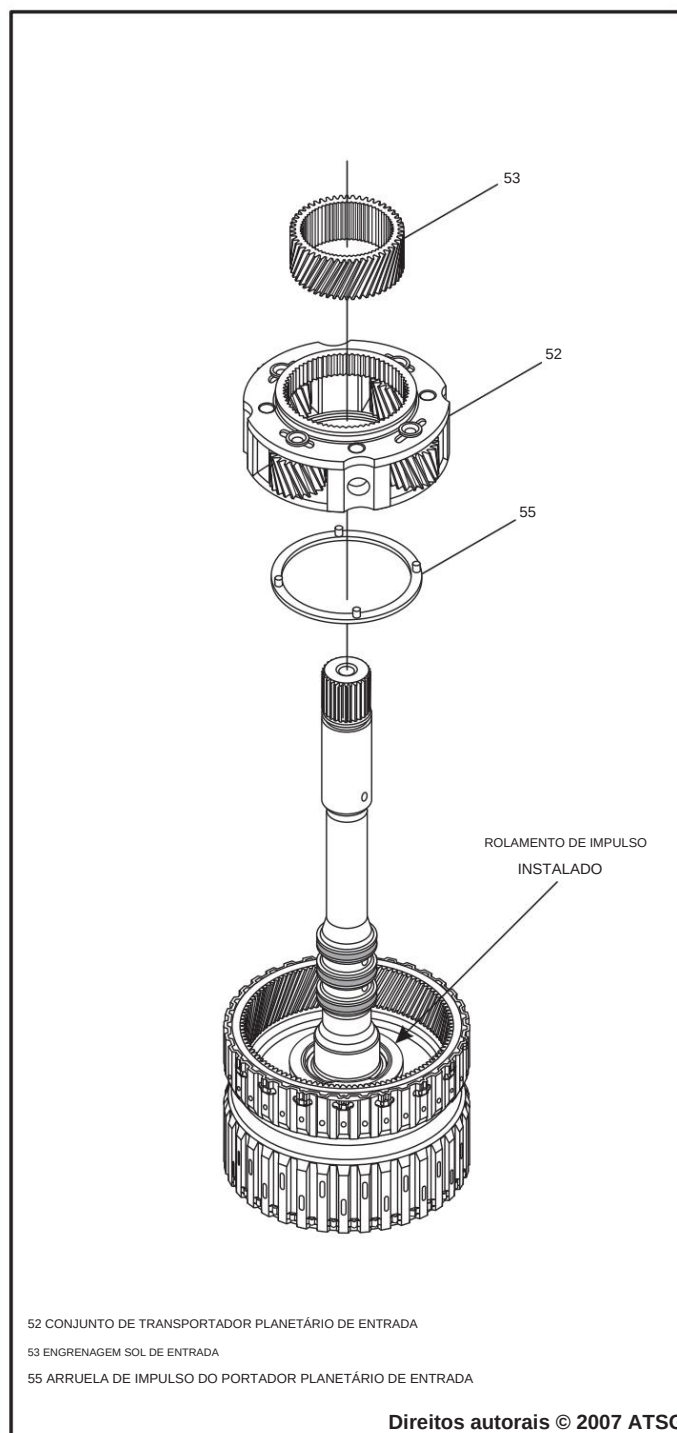

Figura 161
17. Instale a arruela de encosto do transportador de entrada na parte traseira do transportador, conforme mostrado na Figura 161, e retenha-a com uma pequena quantidade de Trans-Jel®.
18. Instale o suporte planetário de entrada e empurre conjunto da arruela na coroa, conforme mostrado na Figura 161, com um movimento giratório.